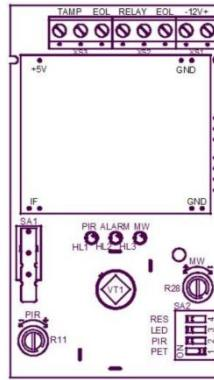

Рис. 2. Внешний вид платы извещателя
На плате обозначены (см. рисунок 2):
- подключить провода к клеммам подключения в соответствии с их назначением (см. рисунок 2);
Для регулировки дальности обнаружения извещателя по ИК-каналу используется потенциометр R11 (PIR) (см. рисунок 2).
Срабатывание ИК-канала контролируется по загоранию зеленым цветом светодиода HL1 (см. рисунок 2) при движении в зоне обнаружения.
Для регулировки дальности обнаружения извещателя по МВ-каналу используется потенциометр R28 (MW) (см. рисунок 2).
- осмотреть плату извещателя. Переключатель SA2.3 (LED) должен быть установлен в положении «ON» (см. рисунок 2). Заводская установка – положение «ON»;